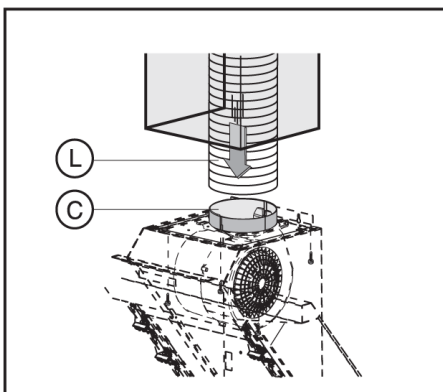

Рис. 14
6. Если Ваша вытяжка будет работать в режиме отвода воздуха в вентиляционную шахту (см. пункт «Эксплуатация вытяжки»), подсоедините воздуховод **L** (в комплект поставки не входит) к выходному отверстию С вытяжки (см. рис.14). Рекомендуется использовать воздуховод диаметром 150 мм. Использование воздуховода диаметром 120 мм снижает производительность и увеличивает шум при работе вытяжки. Если все же Вы устанавливаете воздуховод диаметром 120 мм, то на выходное отверстие **С** предварительно необходимо установить переходной фланец, имеющийся в комплекте поставки. Место стыковки переходного фланца с выходным отверстием вытяжки и воздуховода с переходным фланцем необходимо промазать герметиком, а сам воздуховод закрепить с помощью хомута (в комплект поставки не входит и приобретается отдельно).